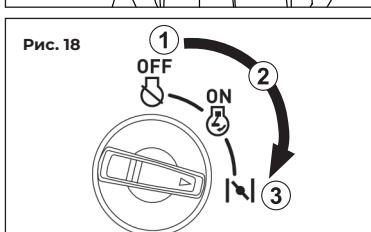

Рис. 18
2. Поверните переключатель «3 в 1» в положение 3 (рис. 18).